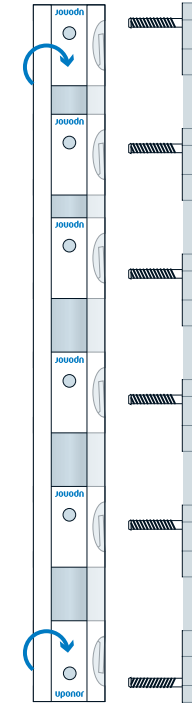

Figura 6: Introducir los ganchos de retención
1. Introduzca los ganchos de retención en el riel. Asegure que los ganchos de retención superior e inferior se giren 180 grados para que el perno esté lo más cerca al borde exterior (véase la **Figura 6**).